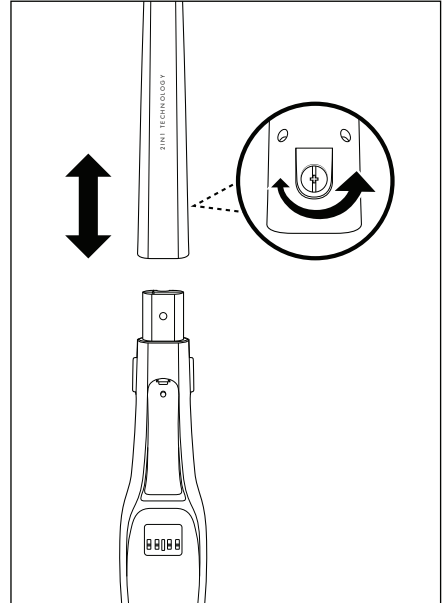

Fig. 1
- 1) Løsn skruen ①1 bag på skaftet ①0 med en skrue-trækker mod urets retning. Stram skruen ①1 fra skrueåbningen på skaftet ①0.
- 2) Sæt skaftet ①0 på produktets skaftholder. Sæt skaftet ①0 helt på skaftholderen, indtil det sidder fast på produktet. (Fig. 1)
- 3) Sæt skruen ①1 ind i skrueåbningen bag på skaftet ①0 igen. Stram skruen ①1 med en skrue-trækker i urets retning (fig. 1).